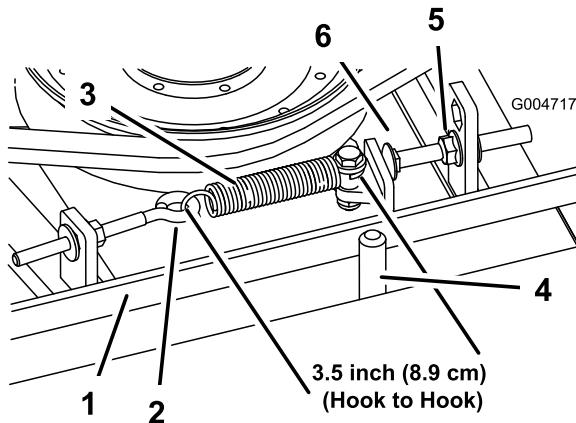

Figure 66
le boulon de butée (boulon de carrosserie) jusqu'à obtention d'un jeu d'environ 3,2 mm  $\pm$  1,5/0,0 mm entre la tête du boulon et le bras de renvoi (Figure 66).
**Remarque:** La courroie doit être placée du côté ressort du guide (Figure 66).
2. Desserrez le boulon à œil pour pouvoir enlever le ressort d'extension (Figure 66).
3. Desserrez l'écrou à embase qui fixe le boulon de butée à la patte de montage. Reculez l'écrou suffisamment pour que le bras de renvoi passe le boulon de butée (Figure 66). Éloignez la poulie de tension de la courroie pour détendre cette dernière.
8. Raccrochez le ressort d'extension (Figure 66) au boulon à œil et tendez la courroie comme suit :